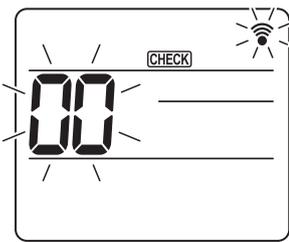
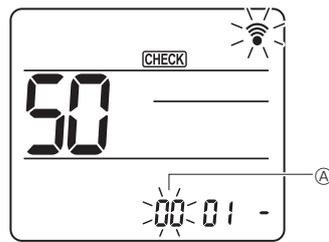
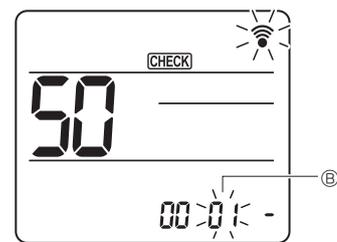
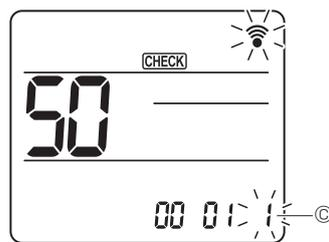

Fig. 7-16
Fig. 7-17
Fig. 7-18
Fig. 7-19
7.4.2. Bežičnim daljinskim upravljačem (Fig. 7-16, Fig. 7-17, Fig. 7-18, Fig. 7-19)
① Odlazak na način odabira funkcije
- Pritisnite gumb [MENU] u trajanju od 5 sekundi. (Počnite ovu operaciju iz statusa u kojem je isključen prikaz daljinskog upravljača. [CHECK] (PROVJERI) je osvijetljeno, a „00” treperi. (Fig. 7-16)
② Postavljanje broja jedinice
- Pritisnite gumb [DOWN] da biste postavili broj jedinice ①. (Fig. 7-17)
③ Odaberite način rada
- Pritisnite gumb [DOWN] da biste postavili broj načina rada ②. (Fig. 7-18)
④ Odabiranje broja postavke
- Upotrijebite gumb [DOWN] da biste promijenili broj Postavke ③. (Fig. 7-19)